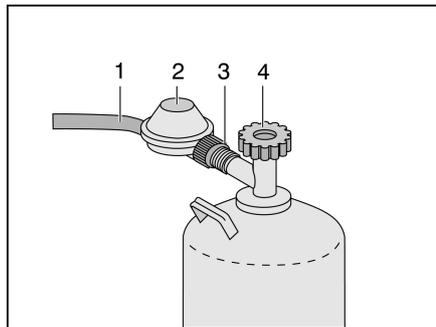

Bild 156 Anschluss Gasflasche
- Haupt-Absperrventil (Bild 156,4) an der Gasflasche schließen. Pfeilrichtung beachten.
- Gasdruckregler (Bild 156,2) festhalten und Rändelmutter (Bild 156,3) öffnen (Linksgewinde).
- Gasdruckregler mit Gasschlauch (Bild 156,1) von der Gasflasche abnehmen.
- Gasdruckregler (Bild 156,2) mit Gasschlauch (Bild 156,1) an die Gasflasche ansetzen und Rändelmutter (Bild 156,3) von Hand fest zudrehen (Linksgewinde).